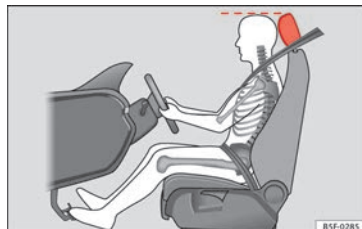

Fig. 56 Position correcte de l'appuie-tête du conducteur
- Réglez l'appuie-tête de sorte que le bord supérieur de celui-ci soit à la même hauteur que la partie supérieure de votre tête » **fig. 56.**